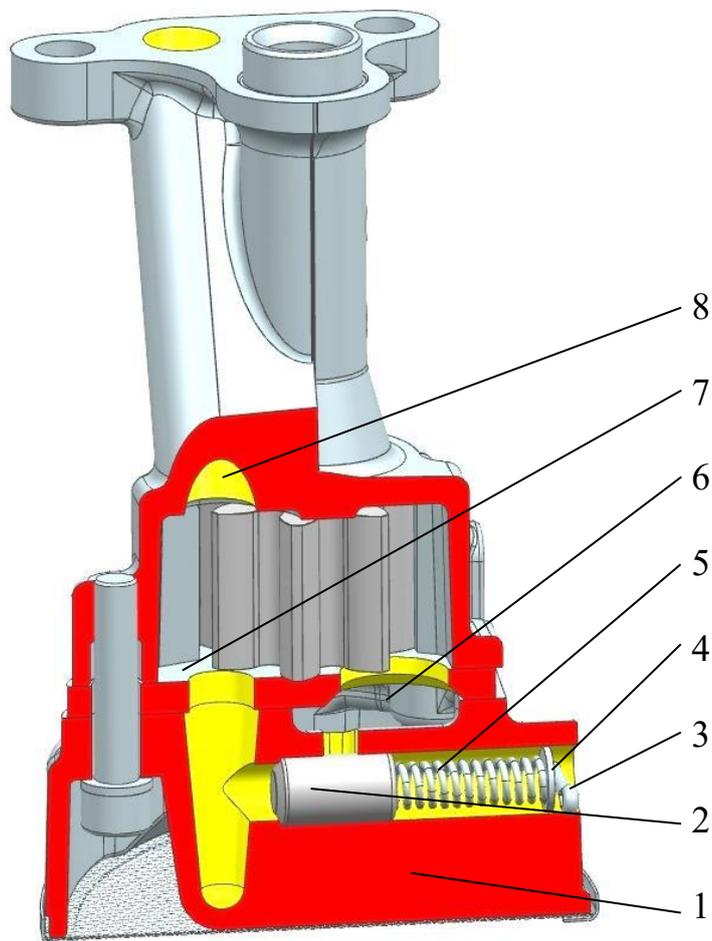

Рис.32. Разрез масляного насоса по редукционному клапану:
**Редукционный клапан** – плунжерного типа, расположен в приемном патрубке 1 (рис.32) масляного насоса. Плунжер клапана стальной, для увеличения твердости и износостойкости наружная поверхность подвергнута нитроцементации.